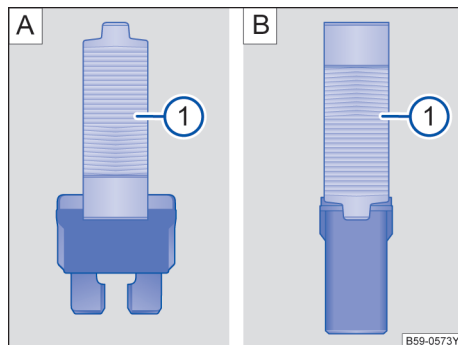

图 203 用塑料夹钳拔出或插入保险丝: [A] 扁平插入式保险丝 [B] 方块型保险丝
- 必要时将塑料夹钳→图 203 [1] 从相应保险丝盒的盖板上取出。
- 根据保险丝型号，将塑料夹钳的合适夹嘴→图 203 [A] [1] 或 →图 203 [B] [1] 从侧面推到保险丝上。